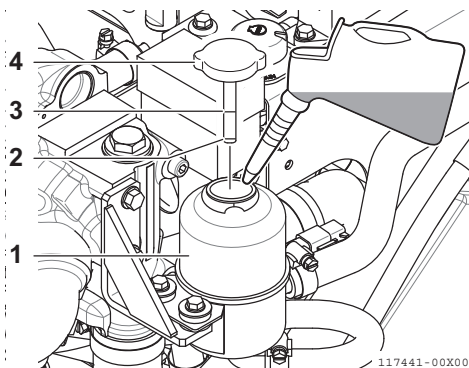

Figura 8
1. Retire o tampão de enchimento/vareta de óleo (**Figura 8, (3), (4)**) do depósito de serviço do óleo da direcção assistida (**Figura 8, (1)**) e limpe com um pano limpo.
3. Retire a vareta. O nível do óleo deverá estar entre as linhas superior (**Figura 8, (3)**) e inferior (**Figura 8, (2)**) na vareta.